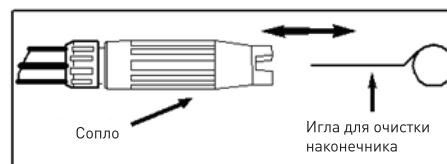

Рис. 5. Вставьте в отверстие сопла иглу для очистки и перемещайте ее вперед-назад до полной очистки сопла
- Поместите иглу для очистки сопел или разогнутую скрепку и с помощью движений вперед-назад очистите отверстие сопла (см. Рис. 5).